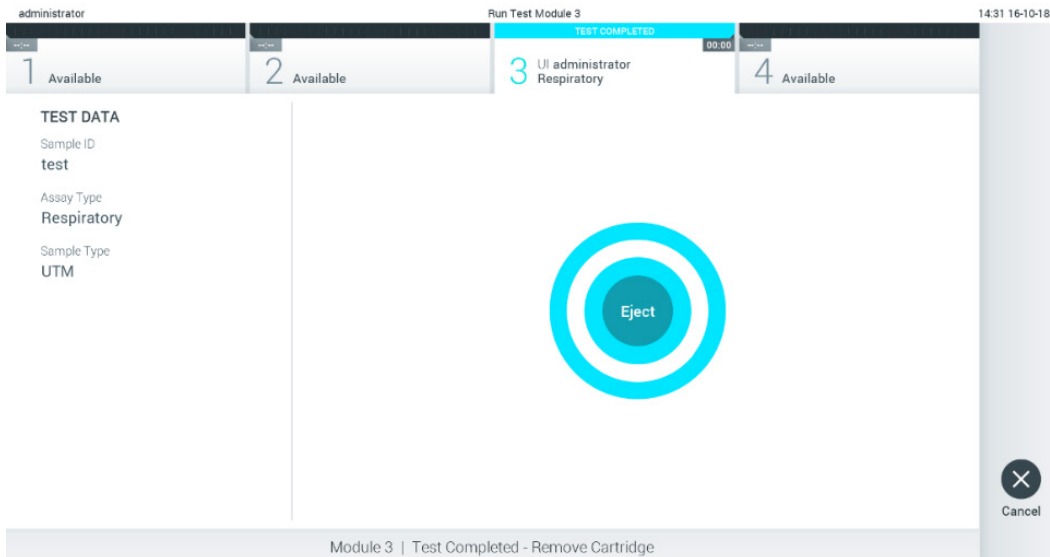

図 29. イジェクト画面表示。
10. 検査が完了すると、Eject (イジェクト) 画面が表示されます (図 29)。